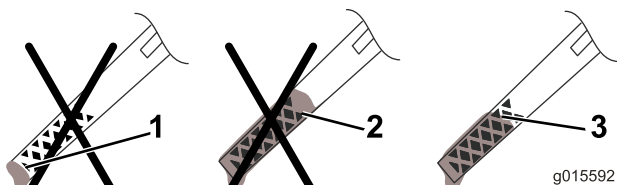

Figura 16
3. Rimuovete l'asta e controllate il livello dell'olio. Figura 16 mostra come leggere l'asta di livello.